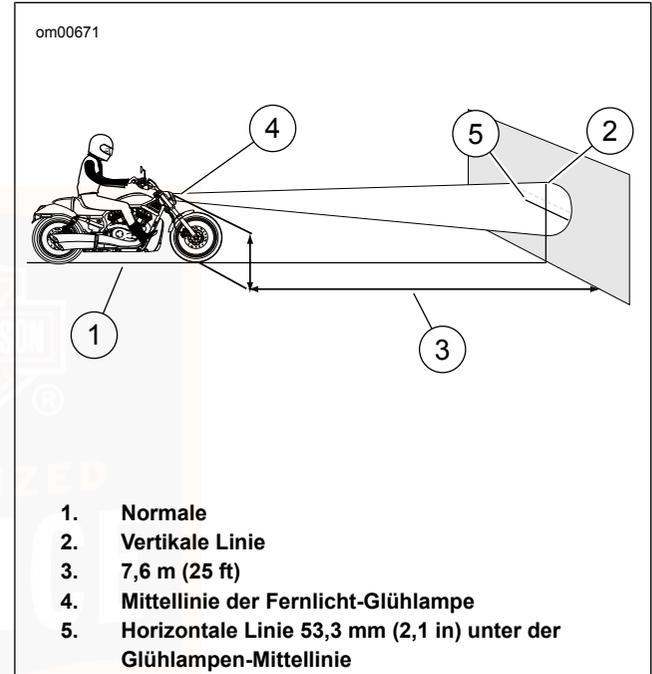

Abbildung 43. Scheinwerferausrichtung: VRSC-Modelle
Siehe Abbildung 43. Um die korrekte Platzierung des Motorrads zu erleichtern, kann am Boden eine Normale (1)